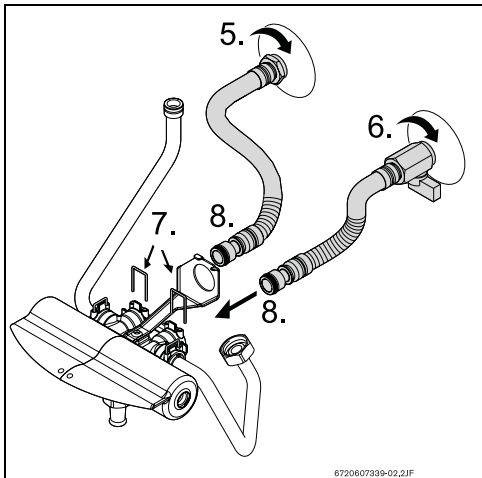

Fig. 2
- ▶ Établir les raccords muraux d'eau chaude (→Fig. 2, pos. 5) et d'eau froide (→Fig. 2, pos. 6).
- ▶ Effectuer les raccordements entre le mur et le mélangeur (→Fig. 2, pos. 7 et 8).